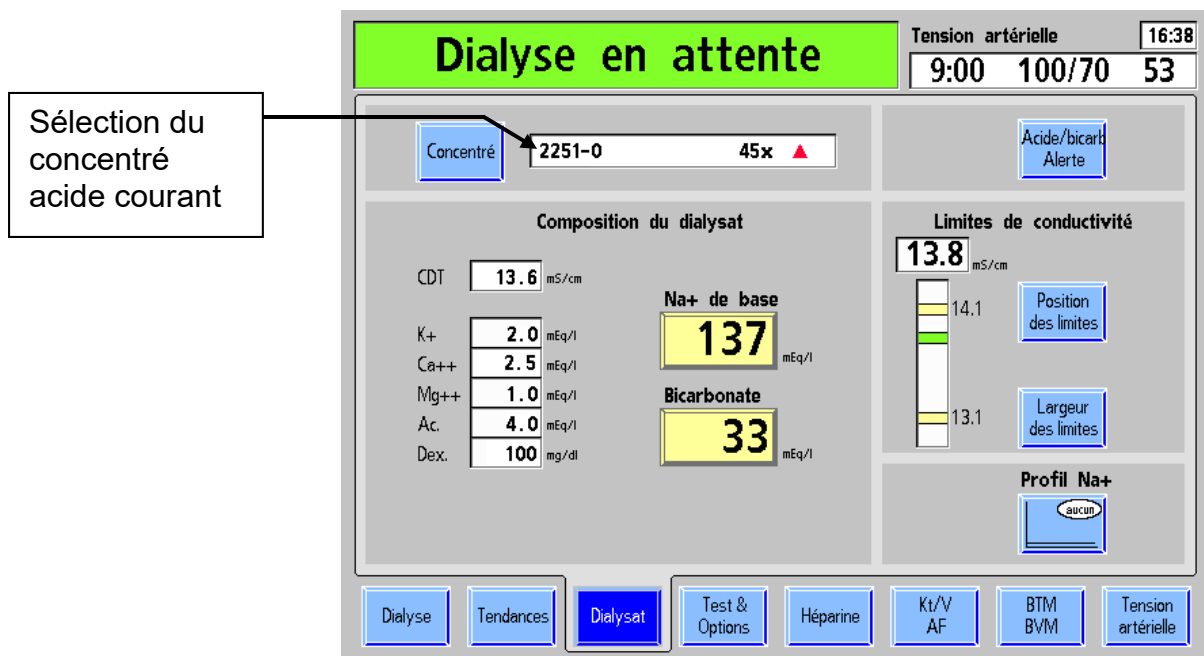

Figure 20 – Écran Dialysat
- Si l'appareil est préparé en vue d'une dialyse normale, choisissez le bouton **Dialyse** de l'écran d'affichage en appuyant sur la touche fléchée de droite sur le pavé de navigation jusqu'à ce que le bouton **Dialyse** soit sélectionné (bleu foncé), puis appuyez sur la touche **CONFIRMER**. Le moniteur affiche alors l'écran « Dialysat » (reportez-vous à la Figure 20). Si l'appareil est préparé pour une dialyse prolongée à faible clairance (SLED, Sustained Low Efficiency Dialysis), sélectionnez plutôt le bouton **SLED**. Pour plus d'information sur le traitement SLED, reportez-vous à la partie SLED de l'Annexe A.